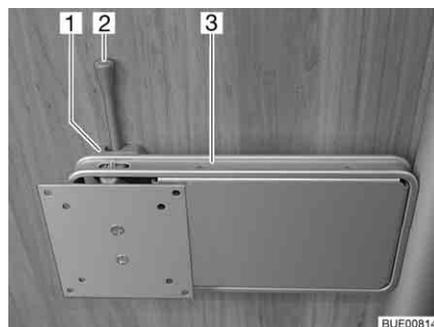

Fig. 63 Fijación en la columna
Posicionar: ■ Empujar la palanca de bloqueo (Fig. 63,2) hacia el lado y girar el soporte (Fig. 63,3) junto con la pantalla plana a la posición deseada.
- Girar la pantalla plana hacia la posición inicial hasta que el soporte (Fig. 63,3) engatille en el bloqueo (Fig. 63,1).